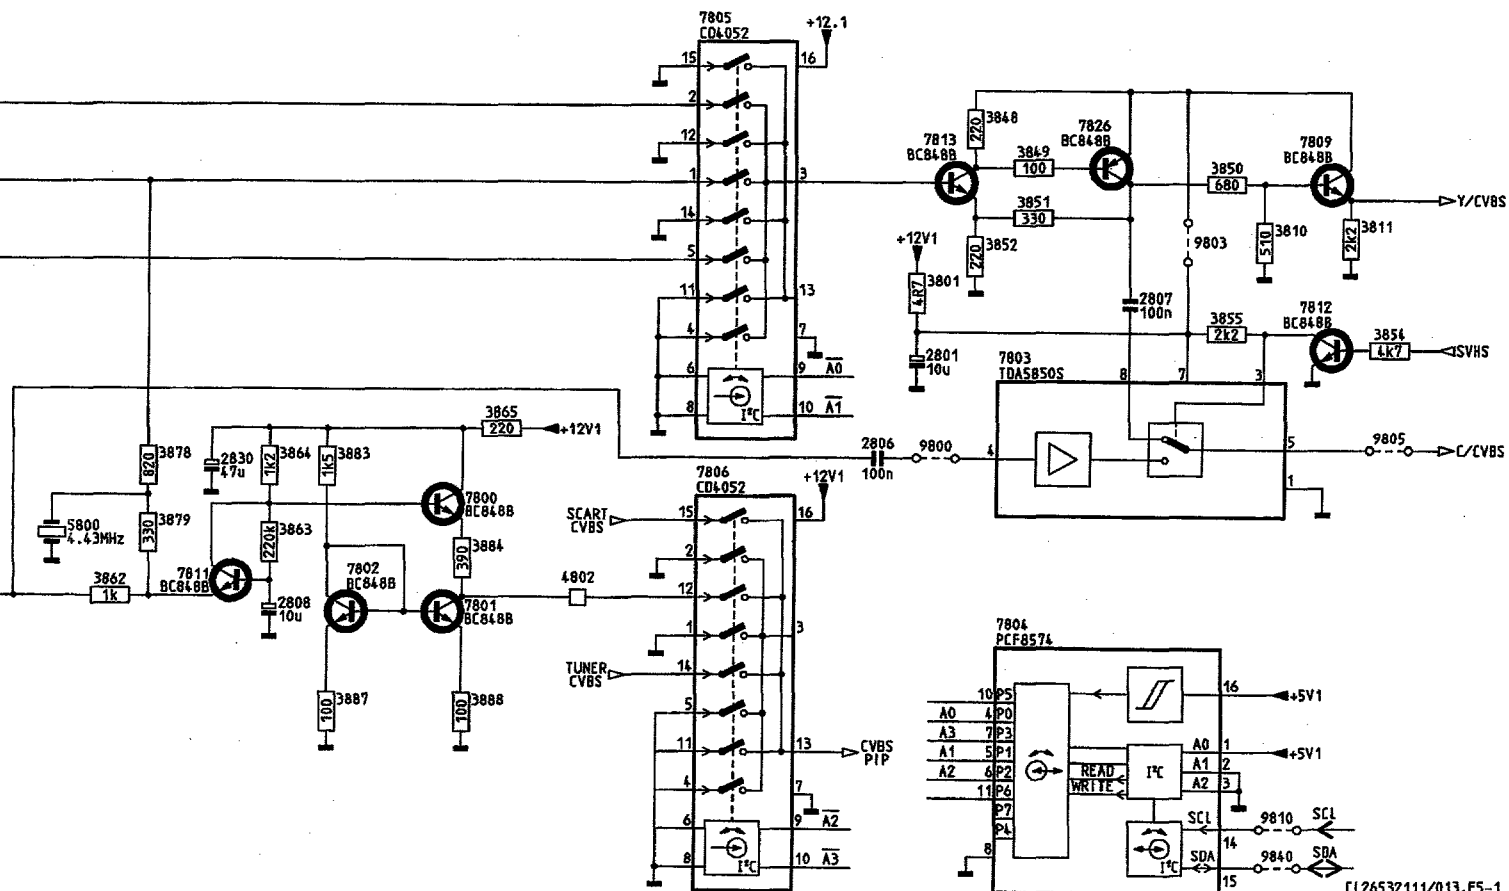

Fig. 5.1
5.1 Sélection de source (Fig. 5.1)